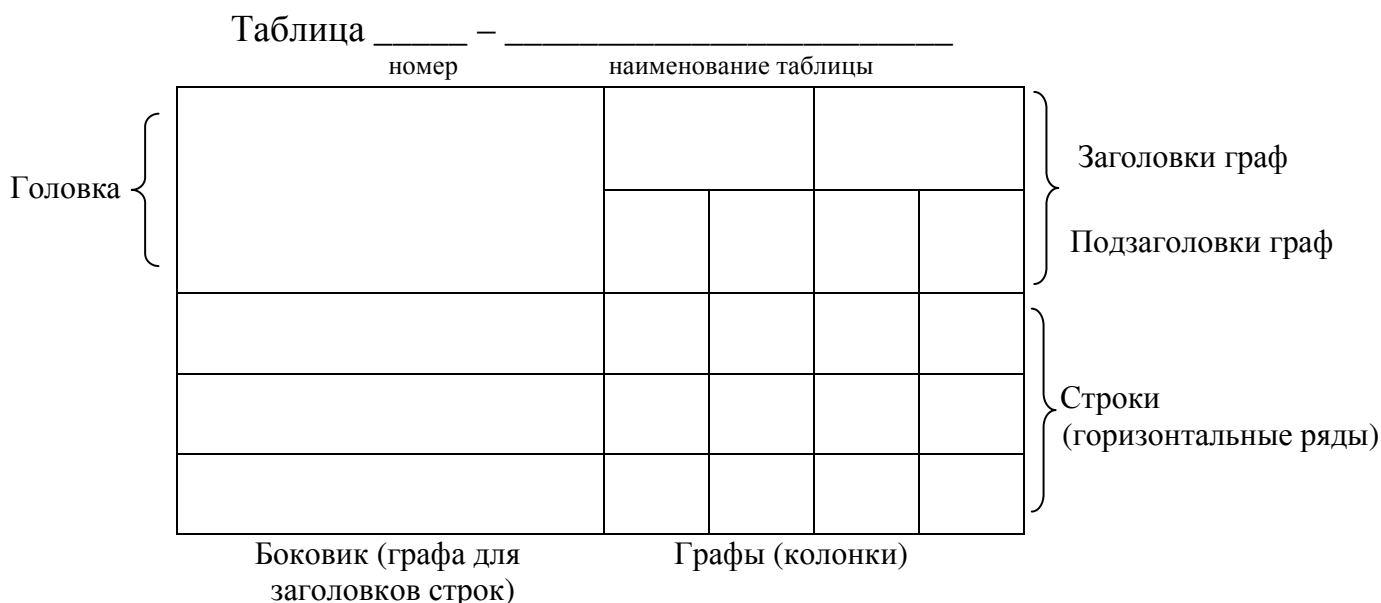

Рисунок 7.1
7.4.1 Таблицы (рисунок 7.1) состоят из головки (горизонтальной полосы, разделенной вертикальными линиями на графы), боковика и горизонтальных строк. Диагональное деление граф в головке и строках не допускается. Размер головки таблиц по высоте и длине зависит от количества граф и их наименований (заголовков).
7.4.4 Над левым верхним углом таблицы помещают надпись и номер таблицы 14 шрифтом (см. рисунок 7.1). При наличии тематического заголовка, он пишется после дефиса в одну строку после номера таблицы (выполняется нежирным шрифтом).